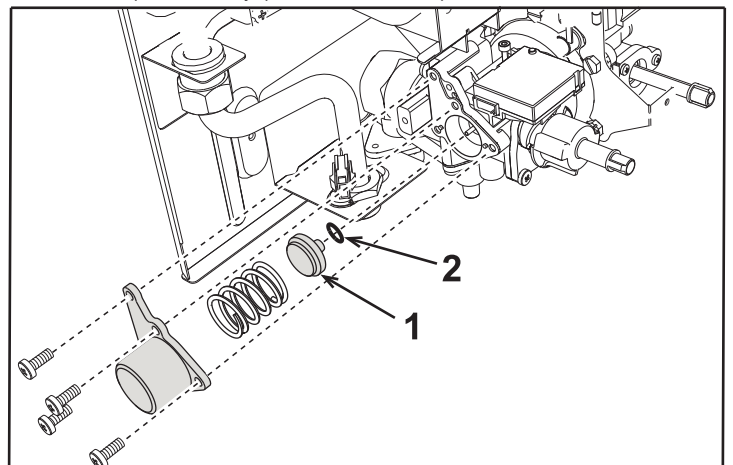

fig. 10
- Quite el muelle y sustituya el cono de modulación (1 - fig. 10) por el correspondiente al nuevo tipo de gas, comprobando que la junta (2 - fig. 10) esté bien ubicada.